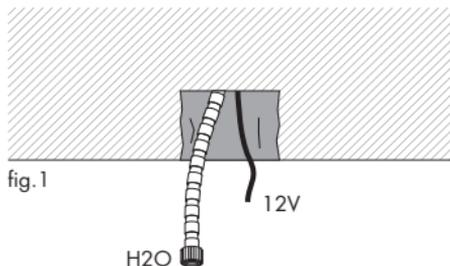

fig.1
- 1. IT** creare un foro nel soffitto Ø60mm e profondo 100mm (fig.1) nel caso si utilizzi l'innesto rapido standard e 150mm (fig.2) nel caso si utilizzi l'innesto rapido con valvola di sicurezza (**accessorio F9.128.91**). far uscire da esso il cavo di alimentazione 12V e il tubo (**rigorosamente flessibile**) dell'acqua.
- GB** Make a hole in the ceiling with a diameter of 60mm and 100mm (fig.1) deep if the standard quick coupling is used, and 150mm (fig.2) deep if the quick coupling with safety valve (**accessory F9.128.91**) is used. Have the 12V power cables and the water hose (**strictly flexible**) come out of it.
- DE** In die Decke ein Loch mit 60 mm Durchmesser und 100mm (Abb. 1).Tiefe bohren, wenn man die Standard-Schnellkupplung benutzt, 150mm (Abb. 2) tief, wenn man die Schnellkupplung mit Sicherheitsventil (**Zubehör F9.128.91**) verwendet und aus diesem das 12V-Stromkabel und den Wasserschlauch (**muss unbedingt flexibel sein**) austreten lassen.
- FR** pratiquer un trou dans le plafond Ø 60 mm et d'une profondeur de 100mm (fig.1) si l'on utilise l'attache rapide standard et de 150mm (fig.2) si l'on utilise l'attache rapide avec clapet de sûreté (**accessoire F9.128.91**). faire sortir le câble d'alimentation 12V et le tuyau (**flexible**) de l'eau.
- ES** Realizar un orificio en el techo con diámetro 60mm y profundo 100mm (fig.1) si se utiliza la conexión rápida estándar, y profundo 150mm (fig.1) si se utiliza la conexión rápida con válvula de seguridad (**accessorio F9.128.91**). Hacer salir del orificio el cable de alimentación 12V y el tubo (**rigorosamente flexible**) del agua.
- 2. IT** fissare con viti e tasselli adeguati il corpo plafone (B) a soffitto facendo passare i cavi di alimentazione 12V e il tubo dell'acqua attraverso esso.
- GB** fasten the body (B) of the lamp with suitable anchors and screws in the position required, by passing the power cables 12V and the water hose through it.
- DE** den Körper (B) mit geeigneten Schrauben und Dübeln an der gewünschten Stelle befestigen, dabei die Stromkabel 12V und den Wasserschlauch durch denselben führen.
- FR** fixer à l'aide de vis et chevilles appropriés le corps (B) dans la position souhaitée en faisant passer les câbles d'alimentation 12V et le tube de l'eau à travers le corps.
- ES** fijar con tornillos y tacos adecuados el cuerpo (B) en la posición deseada, haciendo pasar los cables de alimentación 12V y el tubo del agua a través del cuerpo mismo.
N.B. La cornice inferiore della cassaforma dovrà rispettare esattamente il filo del cartongesso. Se si utilizza un cartongesso troppo sottile, spessorare adeguatamente in modo da ottenere la coincidenza tra cartongesso e cassaforma. (vedi fig.1)
N.B. The lower frame of the wallbox should be kept perfectly flush with the plasterboard. If a too thin plasterboard is used, adequately increase its thickness until the plasterboard tallies with the wallbox (see fig. 1).
NB. Der untere Rahmen der Schalung muss genau mit dem Gipskarton abschließen. Wird zu dünner Gipskarton benutzt, muss entsprechend unterlegt werden, damit Gipskarton und Schalung übereinstimmen (siehe Abb. 1).